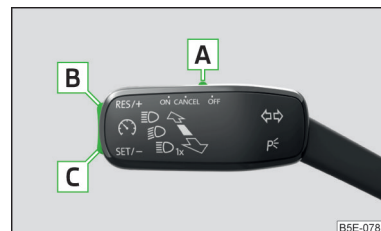

Fig. 280 Elementos de mando del dispositivo de limitación de velocidad
**Vista general del sistema regulador del dispositivo de limitación de velocidad » fig. 280**